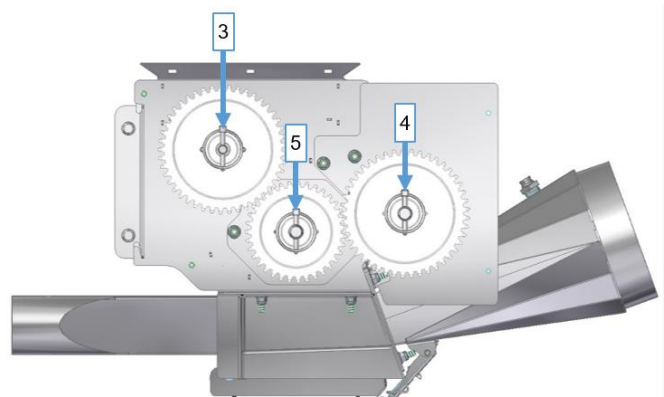

Abbildung 35
- Doppelzahnrad vom Rührwerk [3] umdrehen sodass das große Zahnrad (Zähnezahl=45) im Eingriff und kleinere Zahnrad (Zähnezahl=35) nicht im Eingriff ist (siehe Abbildung 35).
- Doppelzahnrad mit dem Klappsplint [3] sichern (siehe Abbildung 35).